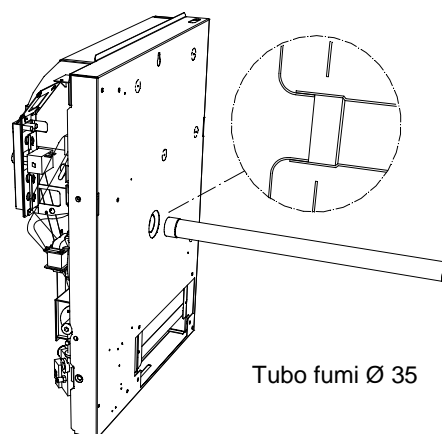

Figura 8 – Posizionamento del tubo di evacuazione prodotti della combustione
10. Calzare l'estremità del tubo di evacuazione dei prodotti della combustione (Ø 35 mm) sul tronchetto di uscita del radiatore (Figura 8).